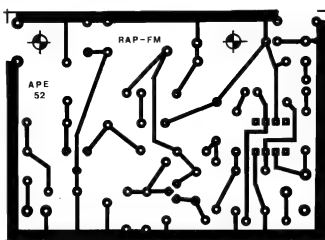

Fig. 3
- FIG. 3 - LAY OUT DO CIRCUITO